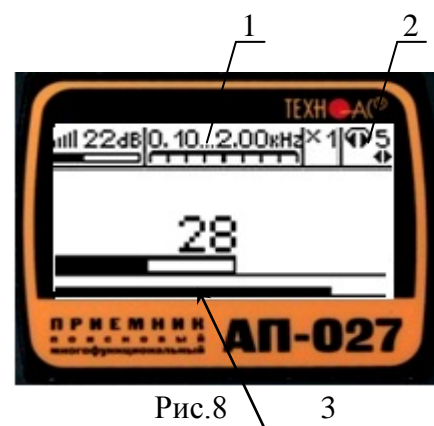

Рис.8
**4.3.3** Установить уровень входного сигнала кнопками «чувствительность»  и  поз.8 рис.5, ориентируясь по показаниям индикатора «узкая шкала» (предпочтительно на 50...70% от максимума) рис.8.